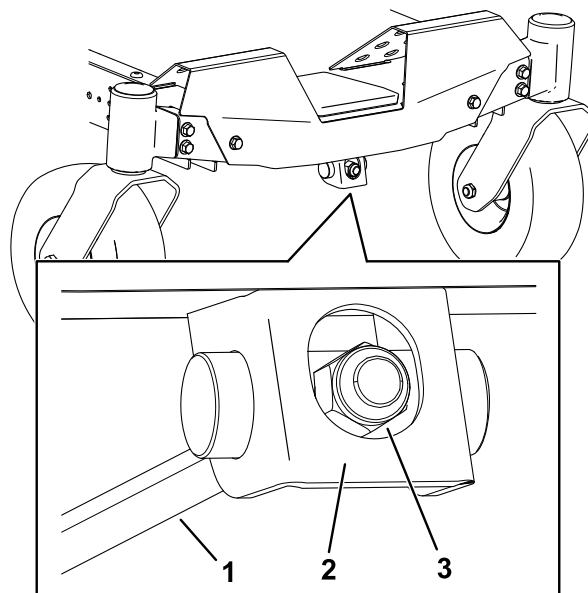

Figura 66
1. Gire la tuerca de ajuste de la parte delantera del cortacésped (Figura 66).